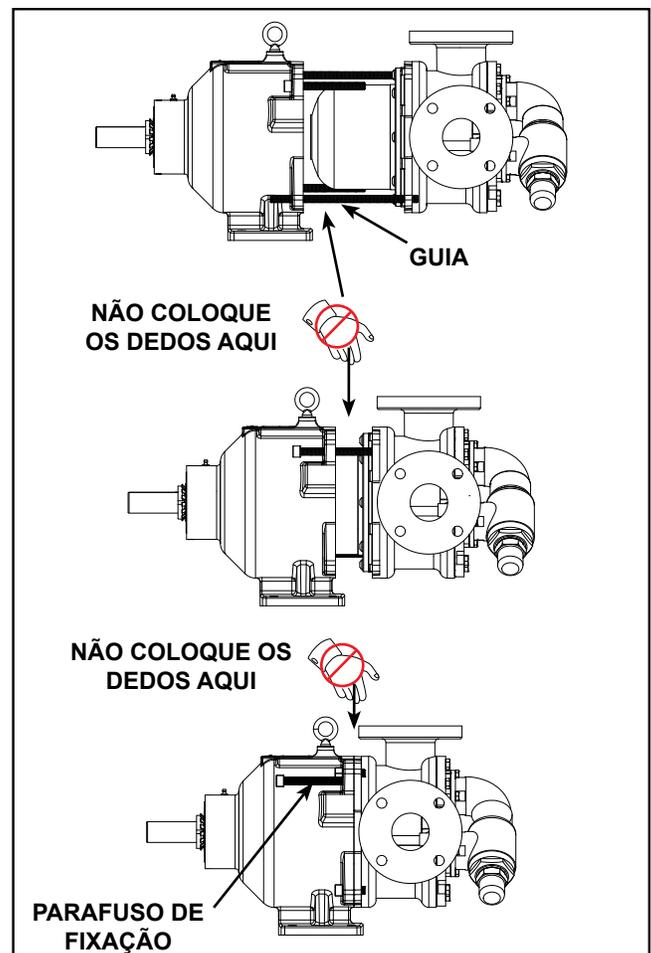

FIGURA 13
Não coloque os dedos sobre a frente do flange de montagem da bomba. Alinhe o canister no orifício do suporte e cuidadosamente deslize-o para dentro. Quando os magnetos começarem a trabalhar, a unidade finalizará a iniciação muito rapidamente até que o parafuso de fixação de 1/2" x 5" seja apropriadamente usado. Certifique-se de que os dedos não estejam na frente da bomba. Veja a seqüência na Figura 13.
15. Insira dois parafusos de fixação do cabeçote completamente rosqueados de 1/2" x 5" no suporte até que eles estejam completamente estendidos na frente do suporte para controlar a montagem da bomba, veja **Figura 13**. Para manter as montagens da bomba e do suporte apropriadamente alinhadas e para segurança adicional, recomenda-se usar 2 comprimentos de eixo de rosca única (6-8") alinhados nos locais dos parafusos de fixação diagonais na placa adaptadora e passando pelos orifícios correspondentes no suporte.